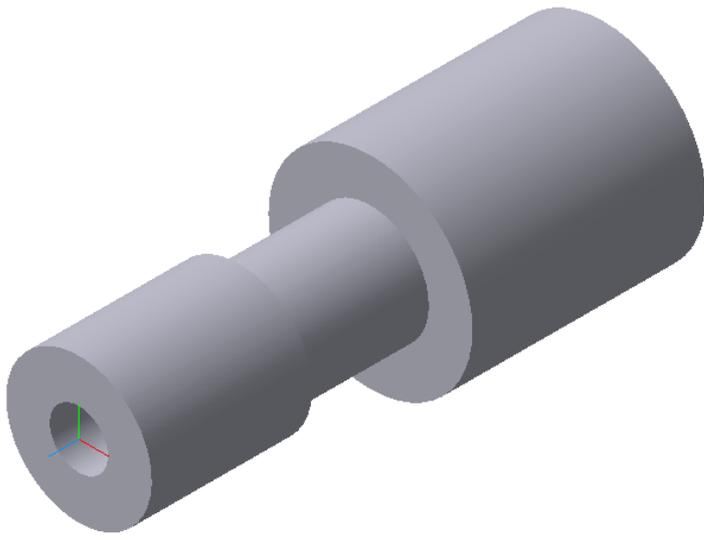

Рисунок 64
5. В окне модели Система постройте основания детали. Установите ориентацию **Изометрия XYZ**, вариант отображения **Полутоновое** (рисунок 64).